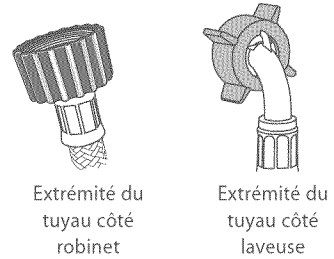

Fig.5 Extrémités du tuyau d'arrivée
- 1 Installez l'extrémité à bout droit des tuyaux (avec filtres) sur les robinets (Fig.5).
- 2 Installez les extrémités coudées sur la laveuse (Fig.5). Les robinets d'admission sont identifiés à l'arrière de l'appareil :